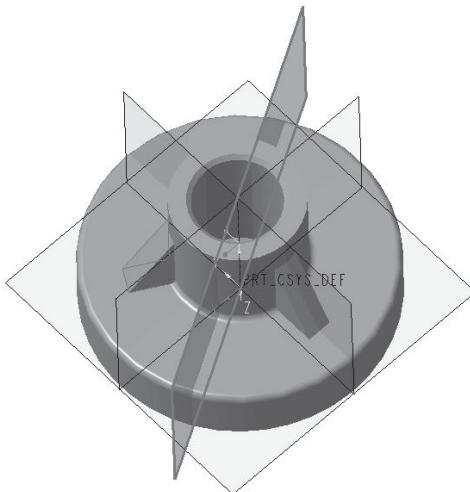

图 2-2-39 镜像平面1
(1) 在模型树中先单击被镜像的拉伸特征，再单击“编辑”菜单管理器中的“镜像”按钮，弹出“镜像平面”菜单，单击“DTM1”平面作为镜像平面。单击“确定”按钮，效果如图 2-2-39 所示。